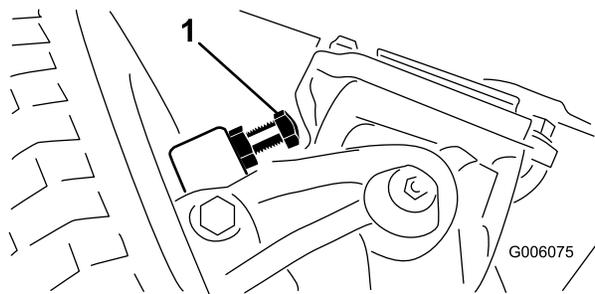

図 59
1. すきまが、2.3mm になるよう、ボルトを締め込み、あるいはゆるめて調整します (図 59)。